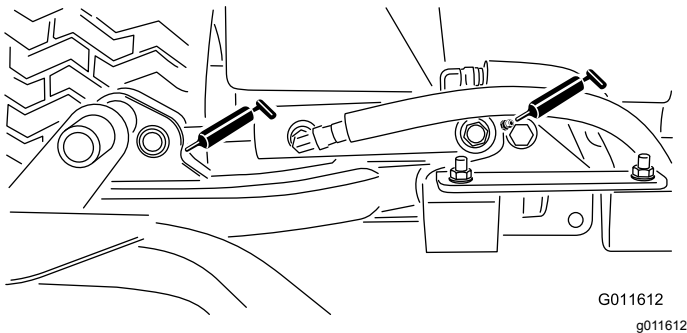

Figure 61
- Vérins des bras de relevage des plateaux de coupe (x 2)—Figure 61
- Pivots des bras de relevage (x 1)—Figure 61